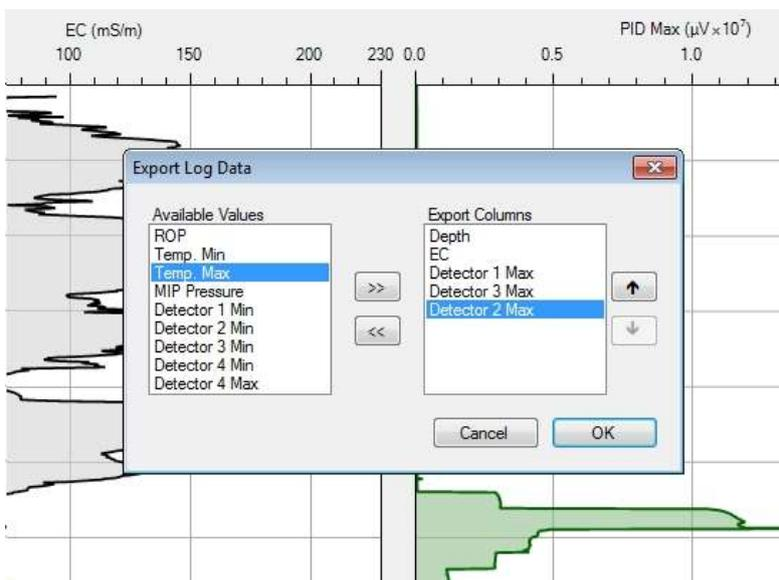

Figure 35 : Boîte de texte pour la sélection les données à exporter.
2. Une nouvelle boîte de texte apparaîtra permettant le choix des séries de données souhaitées pour exportation. La boîte de texte a deux colonnes : *Available Values* (valeurs disponibles) et *Export Column* (colonne d'exportation) (Figure 35).